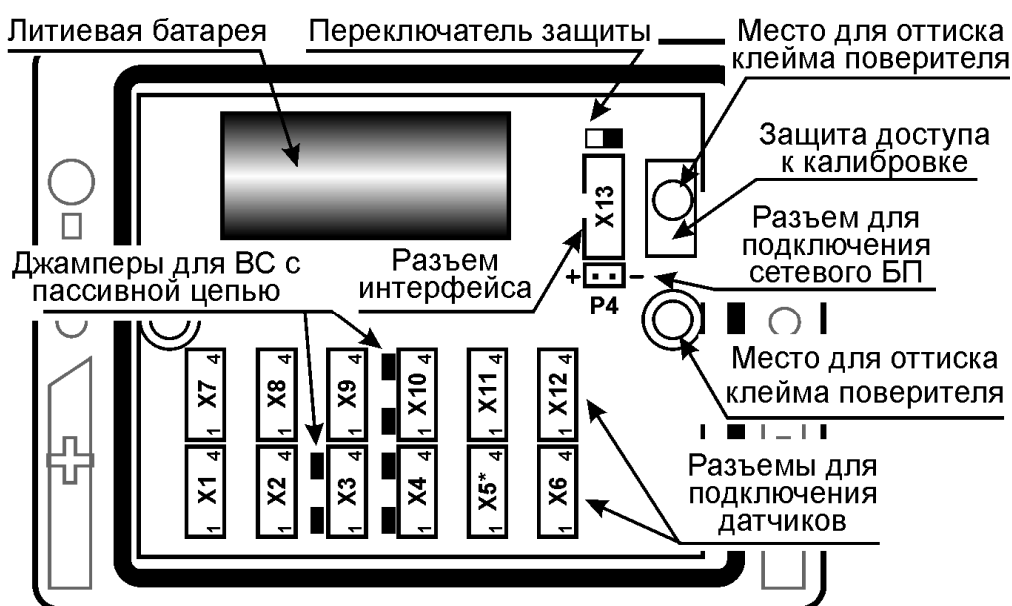
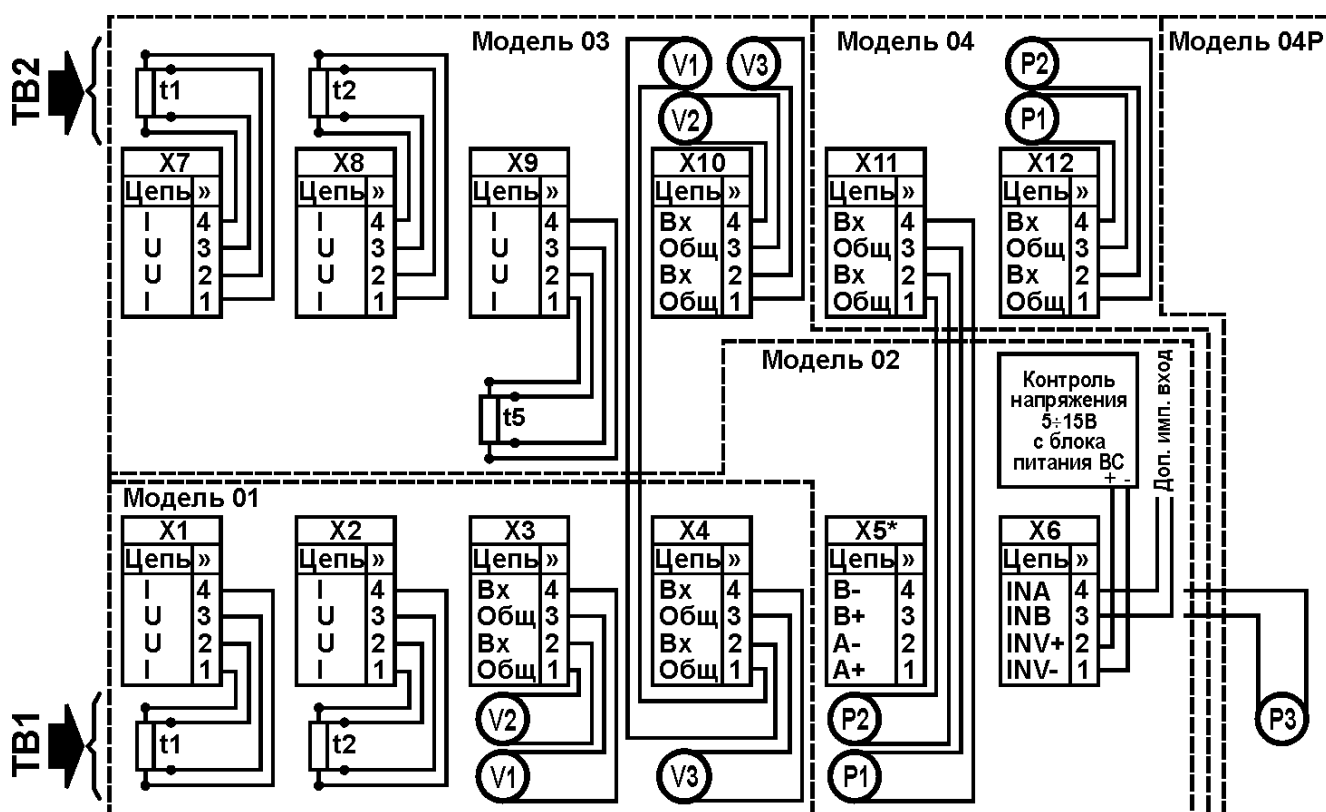

Рис. 5.3 – Вид снизу на снятую крышку ВКТ-7
Рис. 5.4 – Схема подключения датчиков к разъемам ВКТ-7
Контроль наличия сетевого питания в вычислителях организован путем подачи напряжения 5...15 В на контакты 1 и 2 разъема X6 (рис. 5.4). Вход контроля имеет гальваническую развязку. Максимальное значение тока потребления не превышает 15 мА.
- от блока питания одного из расходомеров (см. схему подключения рис. 5.4);
При установке сетевого блока питания исполнения **02** в качестве сигнала контроля сетевого питания используется непосредственно напряжение питания 3,6 В, подаваемое на разъем Р4 (см. рис. 5.3). Напряжение на разъеме X6 в данном случае игнорируется.
В случае пассивного типа выхода следует установить перемычку (джампер), показанную на рис. 5.3 слева от соответствующего разъема X3, X4 и X10, а при активном – снять ее.
Разъемы для подключения внешних цепей находятся на модуле в верхней части ВКТ-7. Размещение разъемов приведено на рис. 5.3, а схема подключения датчиков – на рис. 5.4. При поставке ВКТ-7 ответные части разъемов и джамперы установлены.
- убедиться, что левее каждого из имеющихся разъемов X3, X4 и X10 установлены джамперы (рисунок 5.3). В противном случае джамперы следует установить, взяв их из состава поставки комплекта соединителей;
- при автоматизированной поверке убедиться, что в вычислителе установлен адаптер RS232 или универсальный адаптер RS485/RS232. В противном случае (установлен адаптер RS485 или Ethernet) следует подключить к разъему X13 (рисунок 5.3) адаптер RS232, взяв его состава поставки комплекта соединителей.